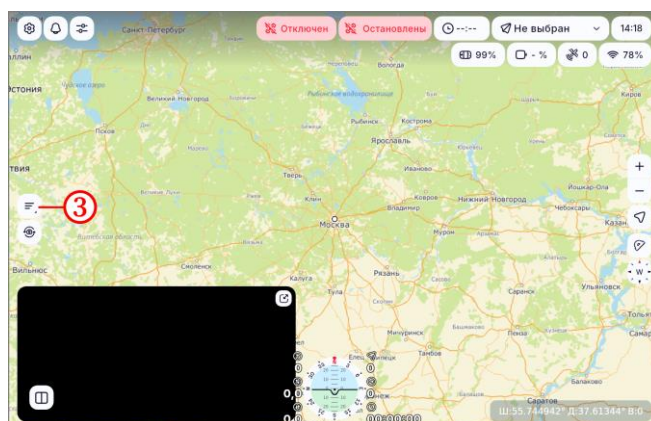

Рисунок 40
- в главном окне ПО нажать на кнопку  (рисунок 40, шаг 3);